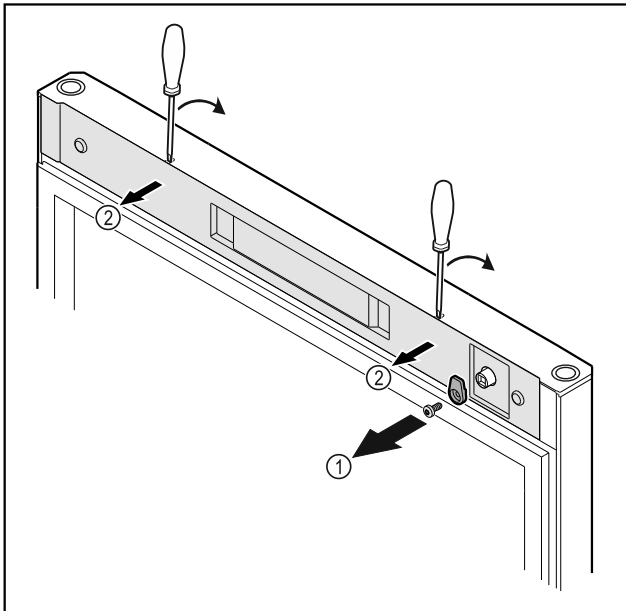

Fig. 14
- ▶ Schließhaken Fig. 14 (1) abschrauben.
- ▶ Abdeckung Fig. 14 (2) mit einem kleinen Schraubendreher ausrasten und abnehmen.